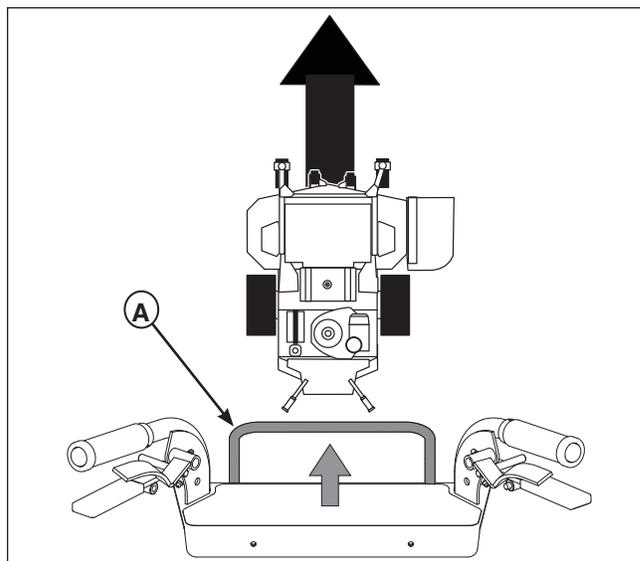

Figure 3. Déplacement en marche avant
DÉPLACEMENT ET RÉGLAGE DE VITESSE EN MARCHÉ AVANT (Voir figure 3)
2. Pousser lentement le levier de commande de vitesse avant (A, figure 3) vers l'avant jusqu'à obtenir la vitesse souhaitée.